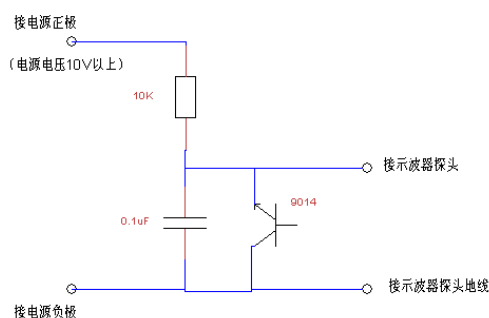

图 5
该练习的目的是了解触发的用法。图 5 是一个锯齿波产生电路, 它接上 10V 以上电源就可以产生锯齿波。练习操作步骤:
- 1) 按图 5 连接电路, 按图接上电源和示波器。